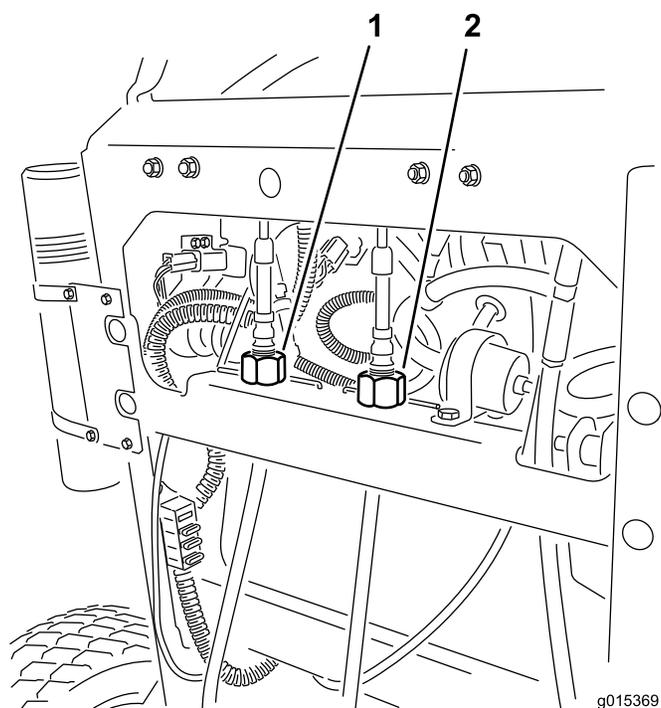

図 57
4. 右ケーブル調整器を回して、右側コントロール・レバーがコントロール・パネルのニュートラルロックスロットの中央にくるようにする（図 57）。